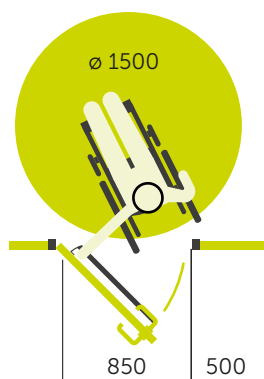

fig 16 Rolstoel kan zelfstandig deur achter zich dichttrekken en er is genoeg ruimte om te manoeuvreren met de rolstoel.
- Een horizontale beugel aan de binnenzijde van de deur, zodat een rolstoeler zelfstandig de deur dicht kan trekken. (fig 16) Zie ook bladzijde 19.